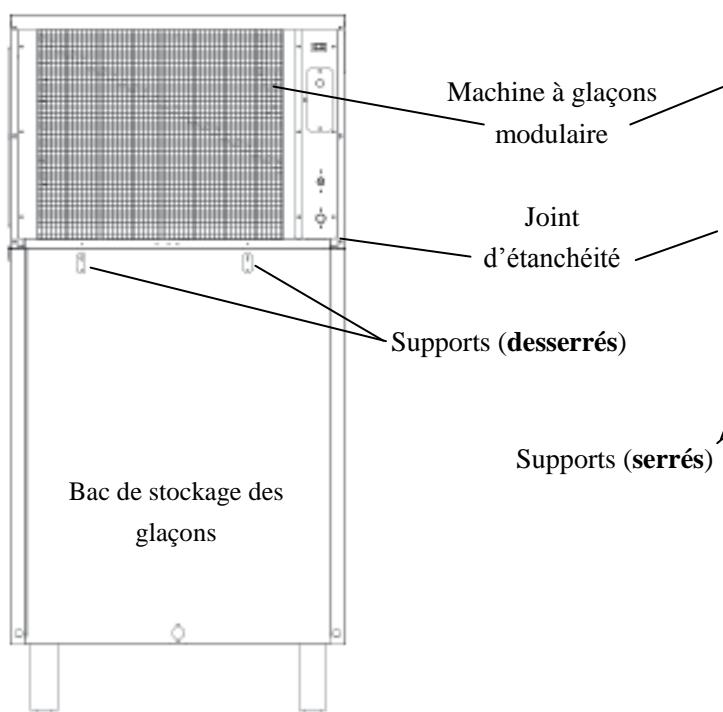

Fig. 6
- Tournez les supports au dos du bac de stockage des glaçons vers le haut et alignez-les avec les trous en bas de la machine à glaçons (Fig. 6). Fixez solidement les supports en place à l'aide des vis fournies (Fig. 7).